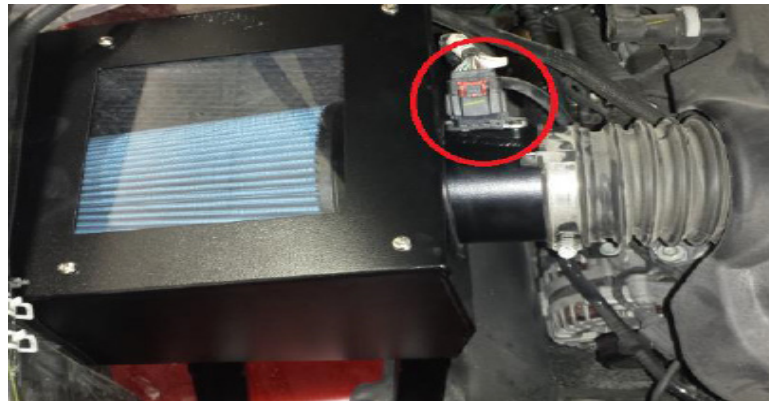

Figure 9
9. Déposer le débitmètre d'air massique (MAF) du couvercle de boîte à air d'origine et le poser dans le nouveau tube MAF. Brancher le débitmètre d'air massique (MAF). La pose de la trousse doit être terminée comme indiquée sur la figure 9.